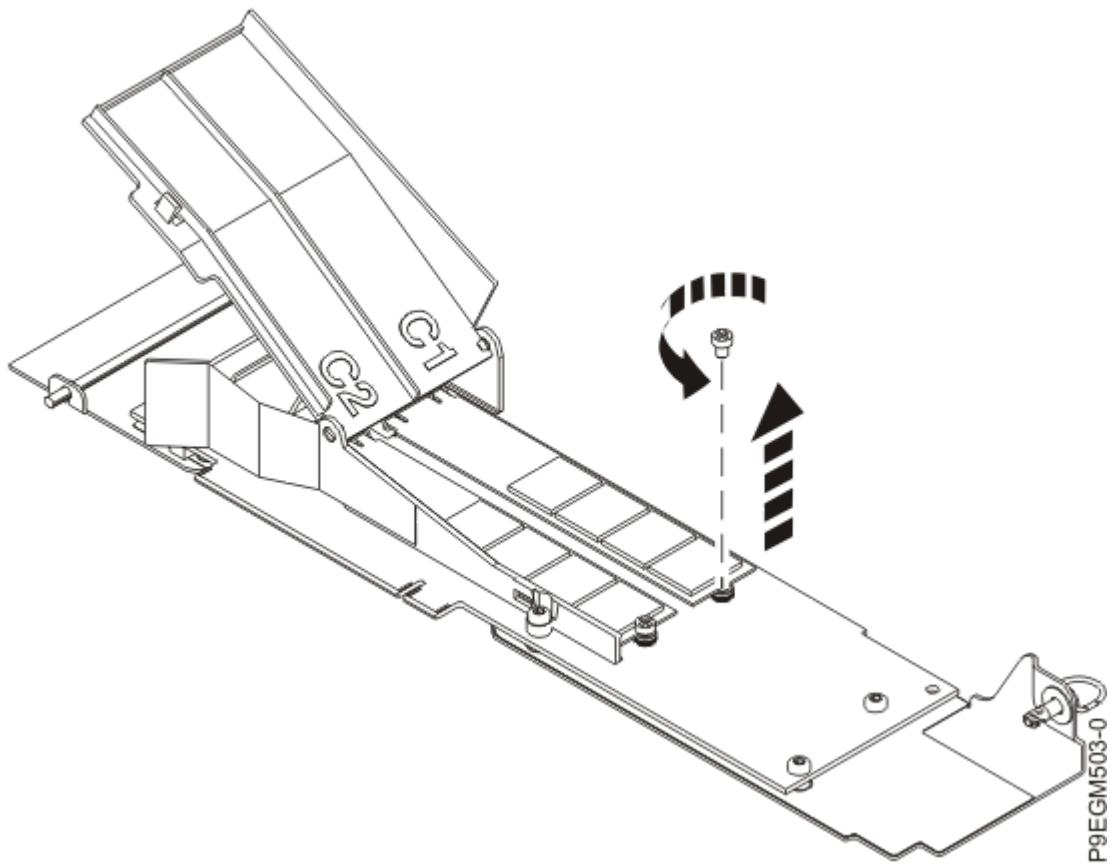

図 16. NVMe M.2 キャリア・カードのフラッシュ・モジュールのねじの取り外し
- b) プラス・ドライバーを使用して、NVMe M.2 フラッシュ・モジュールのねじを外します。22 ページの図 16 を参照してください。